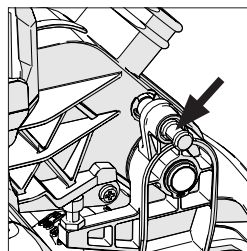

Fig. 15
- Asegúrese de que la cabeza de corte esté en posición bloqueada, con el gancho de cerrojo completamente encajado en su cavidad (véase la Fig. 15).
- Asegúrese de que la cabeza de corte esté en posición bloqueada, con el gancho de cerrojo completamente encajado en su cavidad (**Fig. 15**).
- Retire el gancho de cerrojo de la cabeza (**Fig. 15**) y permita que la cabeza de corte suba a su posición superior.